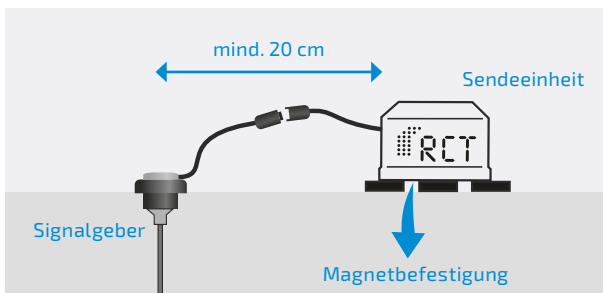

Abb. 5 | Sendeeinheit befestigen
**Befestigung:** Befestigen Sie die Sendeeinheit mit Hilfe der im Batteriepack integrierten Magnete (siehe Pfeile unten) auf dem Tank (Abb. 5), an der Domschachtwand oder mittels optionaler Halterung.
Zwischen Gerät und Signalgeber sollte ein Abstand von mindestens 20 cm liegen. Sonst besteht die Gefahr, dass das Magnetfeld der Sensorik durch die Befestigungsmagnete beeinflusst und das Messergebnis verfälscht wird. (Abb. 5)